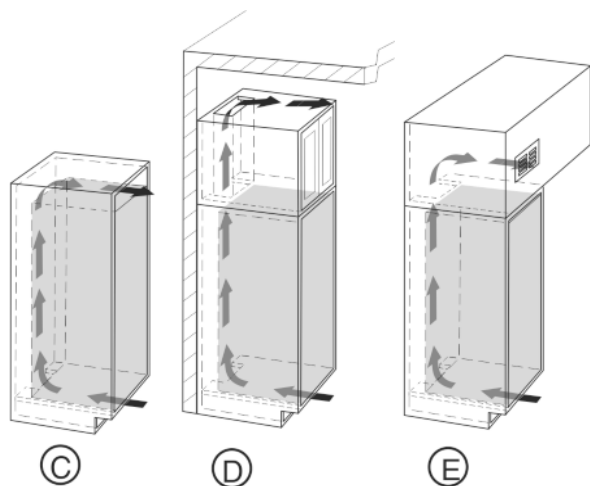

Fig. 4
- Górny przekrój wentylacyjny może się znajdować bezpośrednio nad urządzeniem wraz z opcjonalną kratką wentylacyjną Fig. 4 (C), w pobliżu górnej ściany nad meblem Fig. 4 (D) lub może być wykonany w formie otworu odlotowego w ścianie pośredniej Fig. 4 (E).